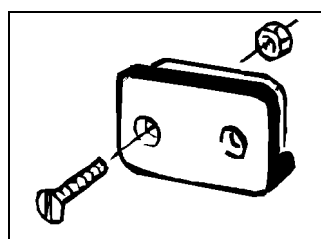

Fig. 7
1. Fijar el soporte (Fig. 7) del ordenador a la cabina del tractor.